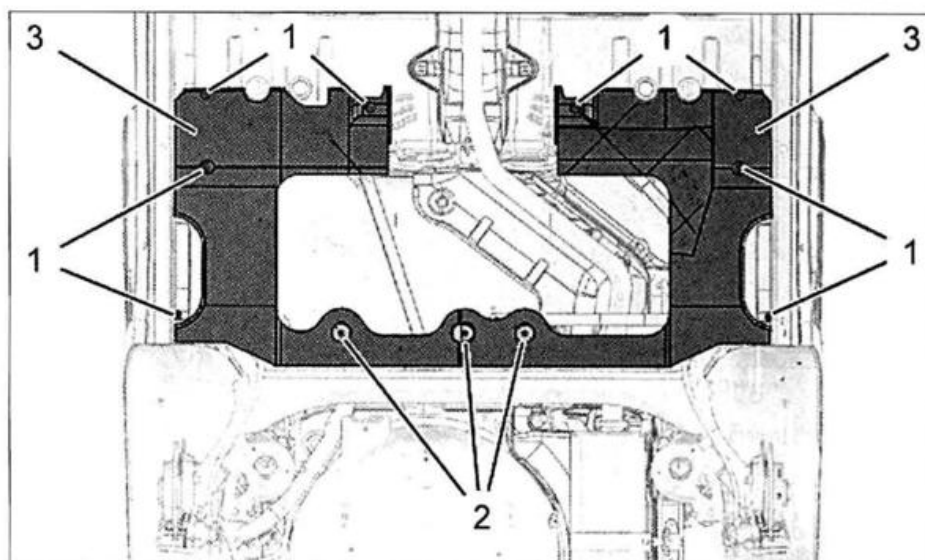
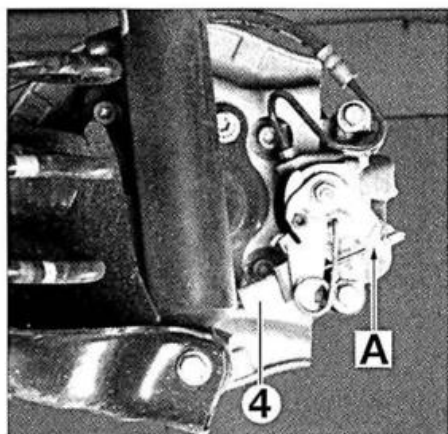
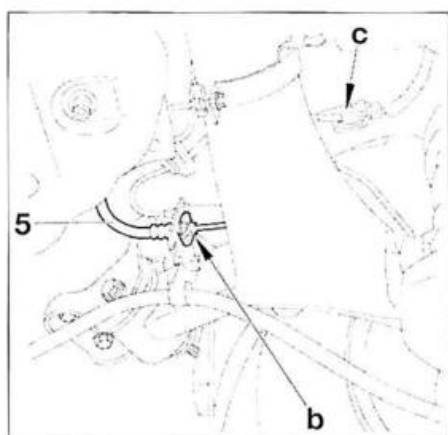

FIG. 34
FIG. 35
FIG. 36
- Desmontar (fig. 34):
- las tuercas (1)
- los tetones de plástico (2)
- las protecciones (3)
- Separar los cables de freno de estacionamiento (4) (en "A") (fig. 35).
- Separar de las guías los cables de freno de estacionamiento (4).
- En ambos lados (fig. 36):
- separar los tubos de freno (5) en las tuberías rígidas de freno (en "B")